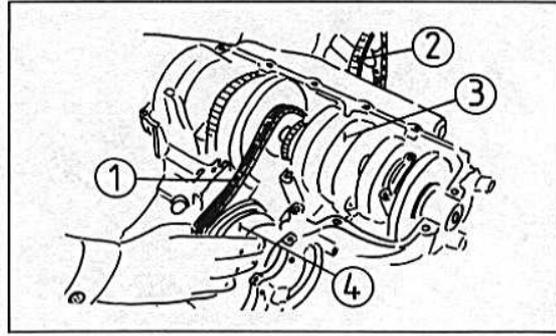

Bild 256
- In die Zahnkette die Anlasserkupplung einfügen und Kurbelwelle mit Anlasserkupplung in die Lagerstellen legen (Bild 256).